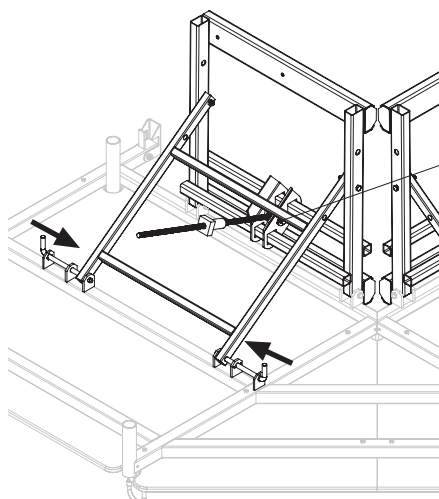

Fig. A9.03
1. Abbassare e bloccare i sostegni (9.1). (Fig. A9.03/A9.04)